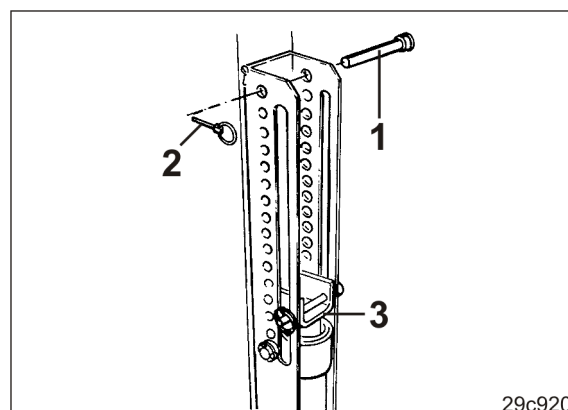

Fig. 177
3. Coloque a cavilha (Fig. 177/1) por cima do batente (Fig. 177/3) num furo do grupo de furos e fixe com uma chaveta (Fig. 177/2).